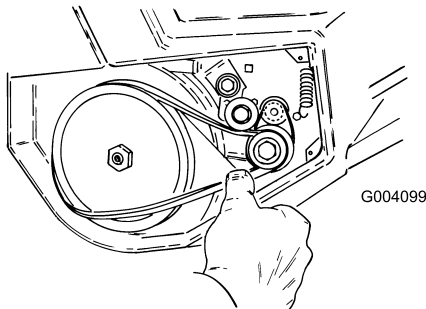

Figure 21
7. Draai de rotor met uw linkerhand terwijl u de riem met uw rechterhand op de grote poelie schuift (Figure 21).